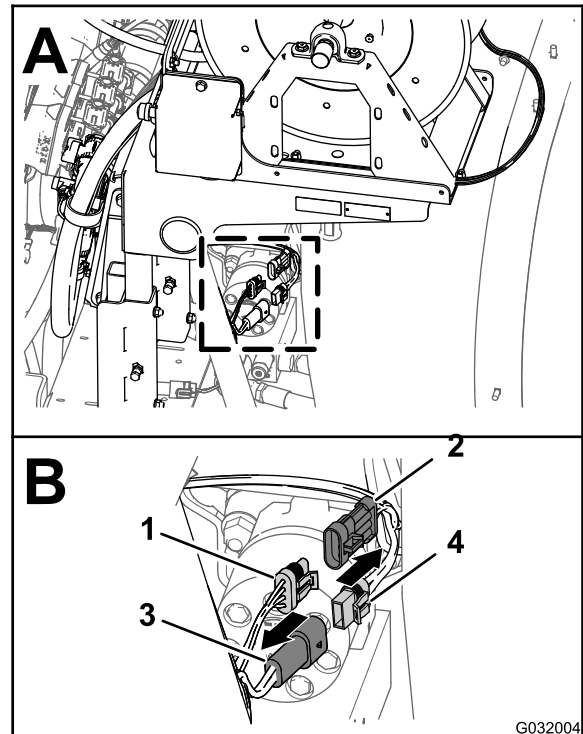

Figure 3
1. À l'arrière de la machine, localisez le faisceau de câblage du kit dévidoir électrique à l'arrière de la cuve du pulvérisateur (A de Figure 3).
2. Débranchez le connecteur à 2 douilles du faisceau associé au dévidoir électrique du connecteur à 2 broches du faisceau principal arrière (B à la Figure 3).
connecteur à 3 douilles du faisceau principal arrière (B à la Figure 3).